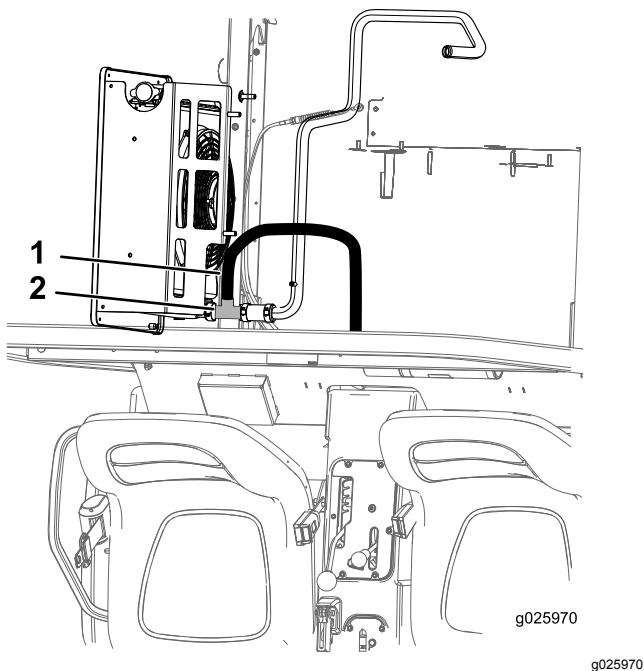

Bild 10
4. Schneiden Sie den unteren Kühlerschlauch ab und befestigen Sie das T-Anchlussstück mit zwei großen Schlauchklemmen an jedem abgeschnittenen Ende des unteren Kühlerschlauchs (Bild 10).